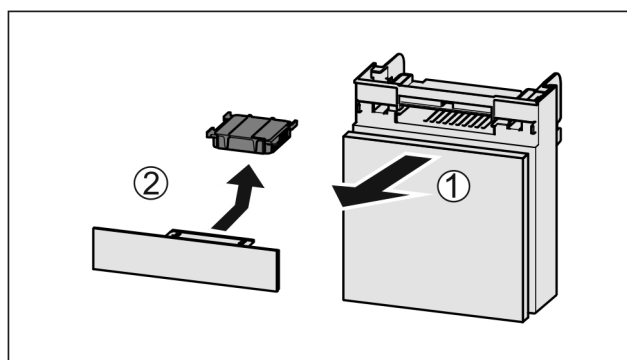

Fig. 33
- Trekk ut Fig. 33 (1) hyllen fremover.
- Ta ut Fig. 33 (2) aktivkullfilteret.